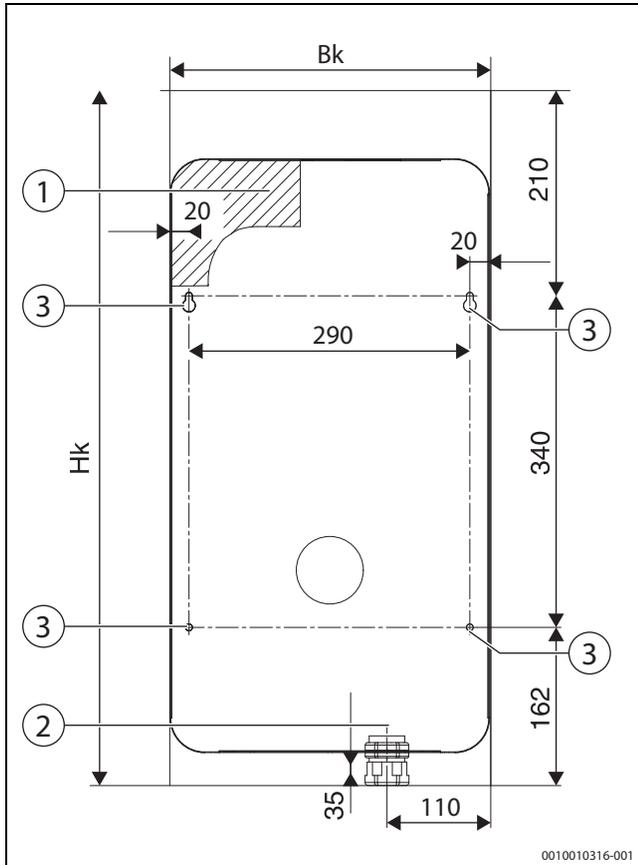

Bild 8 Abmessungen der Bohrungen für das Befestigen des Heizgerätes an der Wand und für das Versorgungskabel beim Heizgerät Tronic Heat 3500 4-12 kW
- ▶ Positionen der Bohrlöcher für die Montageplatte anzeichnen. Für das Befestigen können Sie die beigegefügte Schablone verwenden (→ Bild 8, Seite 13, [1])